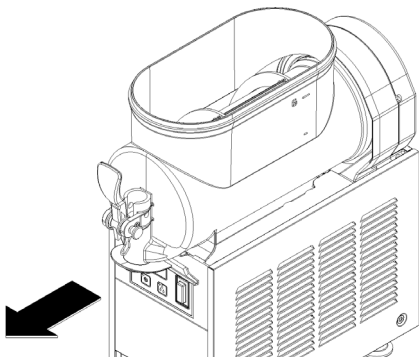

**figure 3**
**2** Démontez le réservoir en poussant légèrement sa partie inférieure (côté robinet) vers le haut pour en libérer les crochets inférieurs (voir figure 3) et en le faisant ensuite